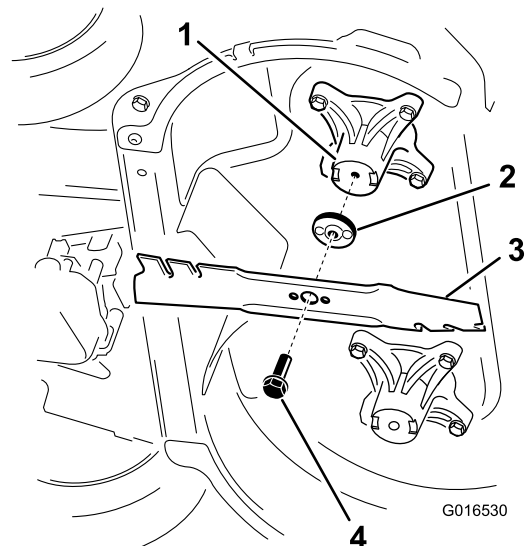

Bild 30
2. Entfernen Sie jedes Messer, siehe Bild 30.
1. Montieren Sie das erste Messer so, dass es horizontal ist, und all Befestigungen, wie in Bild 30 dargestellt.